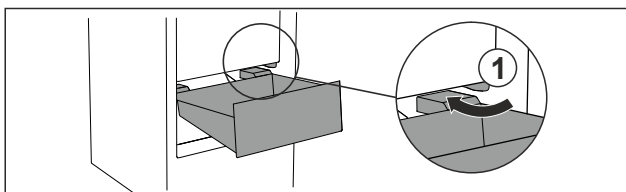

Fig. 97
- Før skuffen rundt stopperne Fig. 97 (1) på skrå.